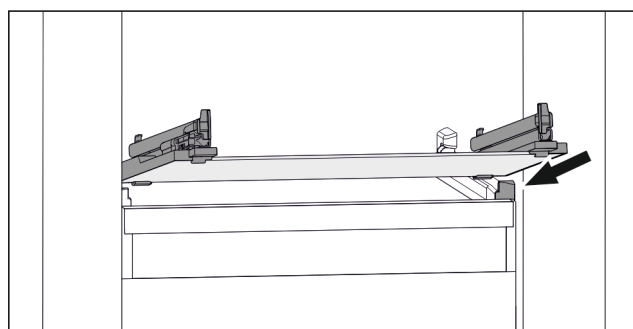

Fig. 98 Klaasplaadi näitlik kujutis
- ▶ Pange klaasplaat kaldu peatajate taga peale. (vt. Fig. 98)